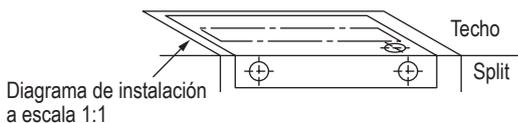

Fig. 3-5
(1) Colocar el diagrama a escala 1:1 (suministrado) en el techo, en el lugar donde se quiere instalar la unidad interior. Marcar la ubicación de los agujeros con un lápiz (Fig. 3-5).